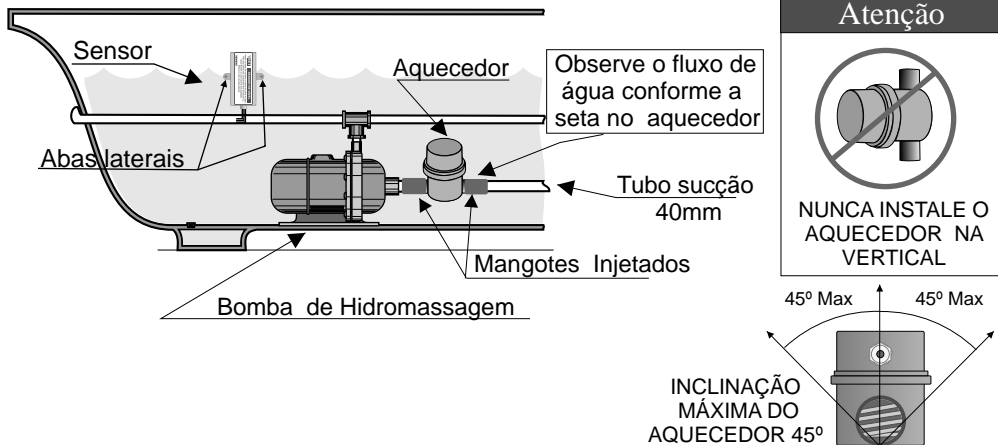

Figura 07
- Faça dois cortes no tubo da sucção da motobomba com o espaçamento do aquecedor para adaptar o mesmo na banheira. Utilize os mangotes injetados e abraçadeiras, conforme figura 07.